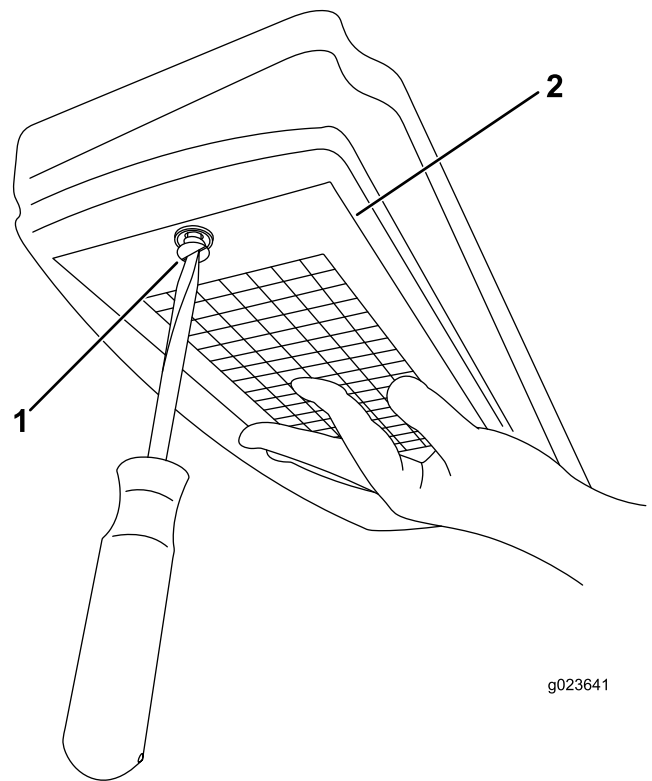

Figura 162
3. Retire o parafuso de fixação a tampa do filtro de ar (Figura 162).